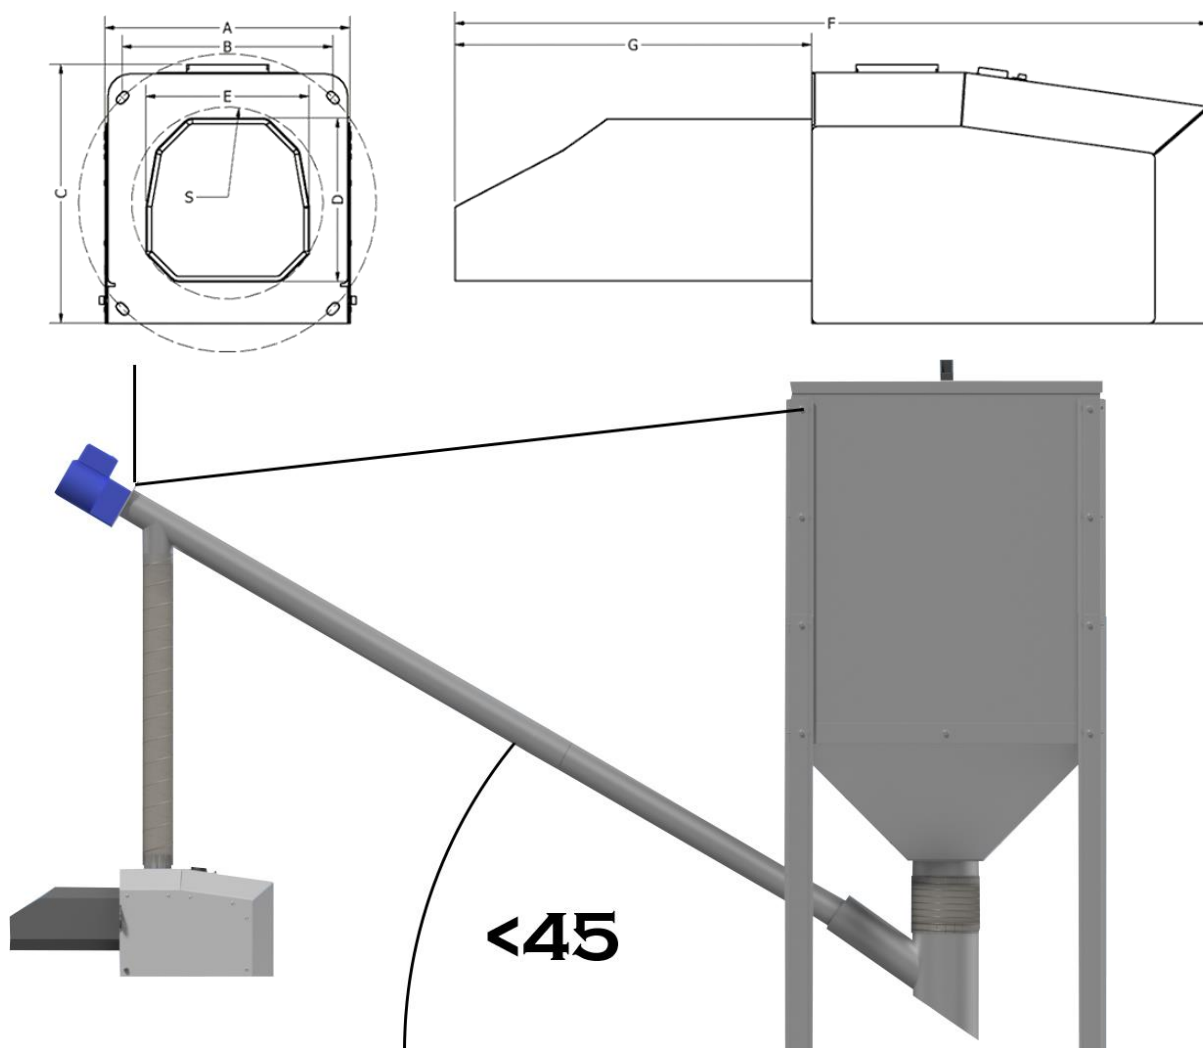

РИСУНОК 2
5. Отмерить и отрегулировать длину подающего устройства пеллет, не забывая при этом, что угол между основанием и трубой подающего устройства не должен превышать 45°. (См. рис. 2)
6. Подвесить подающее устройство на цепочке. (См. рис. 2).